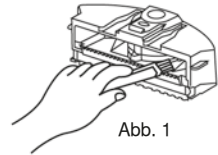

Abb. 1
1. Zuerst den Staub ablagern und dann mit Staubbürste reinigen. (siehe Abbildung 1)